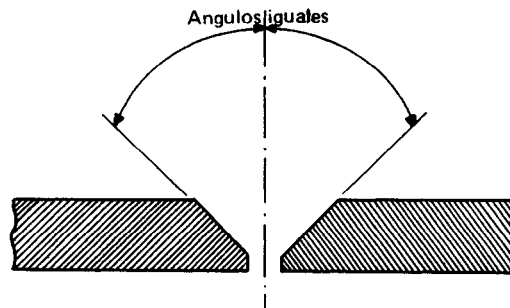

Figura 2.118
1. El chaflán debe tener en ambas piezas la misma inclinación (Figura 2.118).